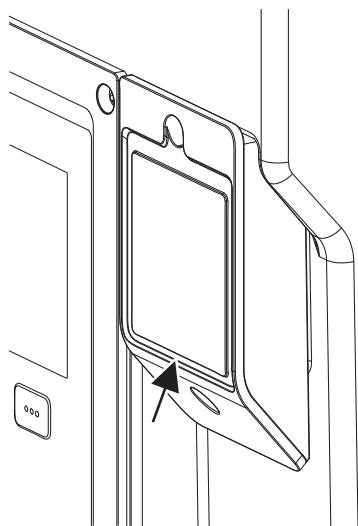

Fig. 28: Kryt pre Wilo-Smart Connect modul BT
1. Skrutku krytu modulu Wilo-Smart Connect (Fig. 28) uvoľníte a otvorte kryt.
Kvôli konštrukcii sa Wilo-Smart Connect Modul BT dá nastrčiť iba v jednej adjustácii. Ďalšia fixácia modulu sama neprebíha. Kryt modulu Wilo-Smart Connect (Fig. 28) na vrchnom diele elektronického modulu drží modul pevne v rozhraní.